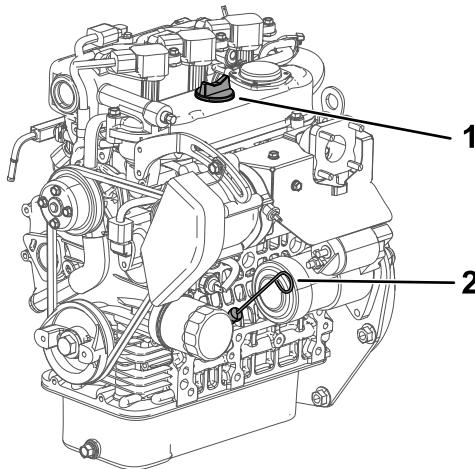

Figura 35
5. Inserite l'asta di livello nel tubo e verificate che sia inserita a fondo (Figura 35).
6. Rimuovete l'asta e controllate il livello dell'olio (Figura 35).
7. Se il livello dell'olio è basso, togliete il tappo di rifornimento (Figura 35) e versate dell'olio fino a portarne il livello alla tacca Full sull'asta.
4. Togliete l'asta di livello ed asciugatela con un panno pulito (Figura 35).
8. Rimontate saldamente l'asta di livello (Figura 35).